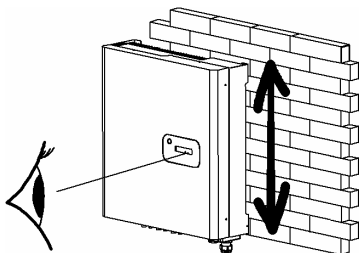

Fig.3
- Scegliere una posizione che consenta di leggere facilmente il display LCD (Fig. 3).